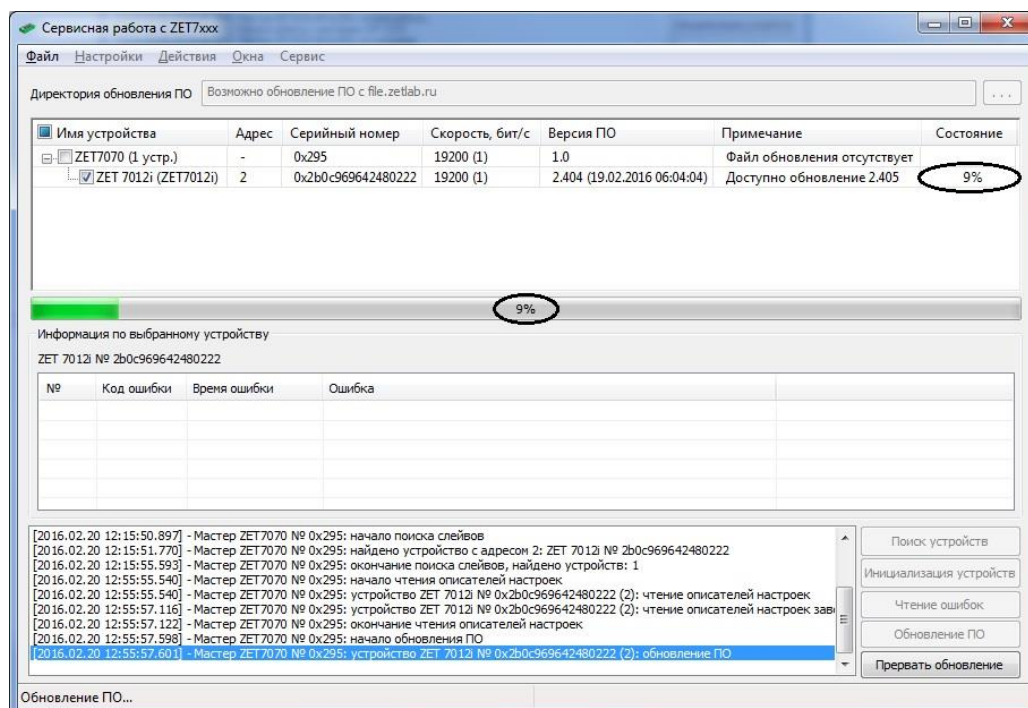

Рисунок 8.
5) Дождаться окончания обновления ПО устройства. В столбце “Состояние” отображается текущее состояние обновления ПО цифрового датчика (см. Рисунок 8). При необходимости требуется следовать инструкциям программы.